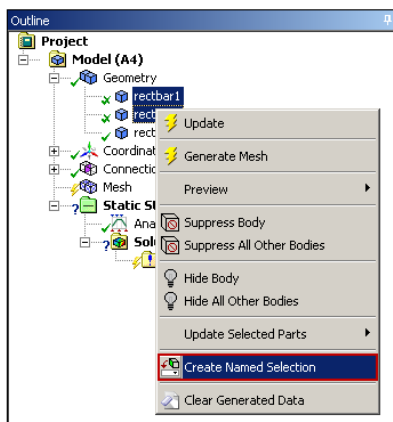

图 5-35 树结构图中创建 Named Selection
2) 在树结构图中相应的对象上右击,在弹出的快捷菜单中选择“Create Named Selection”命令,如图 5-35 所示。